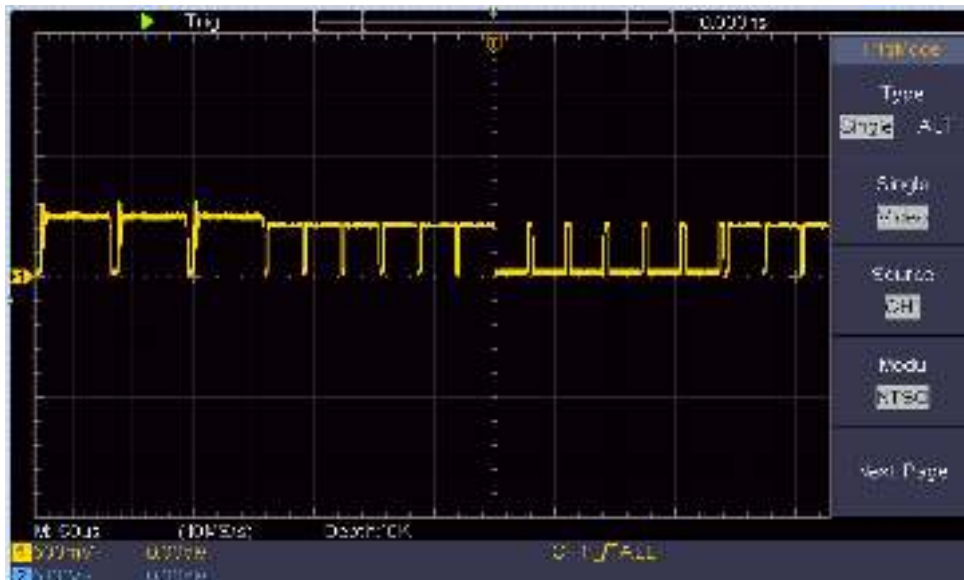

Figure 5-7 Forme d'onde capturée à partir d'un déclencheur de champ vidéo
- (1) Appuyez sur le bouton **Trigger Menu** pour afficher le menu de droite.
- (2) Dans le menu de droite, sélectionnez **Type** comme **Simple**.
- (3) Dans le menu de droite, sélectionnez **Single as Video**.
- (4) Dans le menu de droite, sélectionnez **Source** comme **CH1**.
- (5) Dans le menu de droite, sélectionnez **Modu** comme **NTSC**.
- (6) Dans le menu de droite, appuyez sur **Page suivante**, sélectionnez **Sync** as **Field**.
- (7) Tournez les boutons d'**échelle verticale**, de **position verticale** et d'**échelle horizontale** pour obtenir un affichage correct de la forme d'onde (cf. *Figure 5-7*).